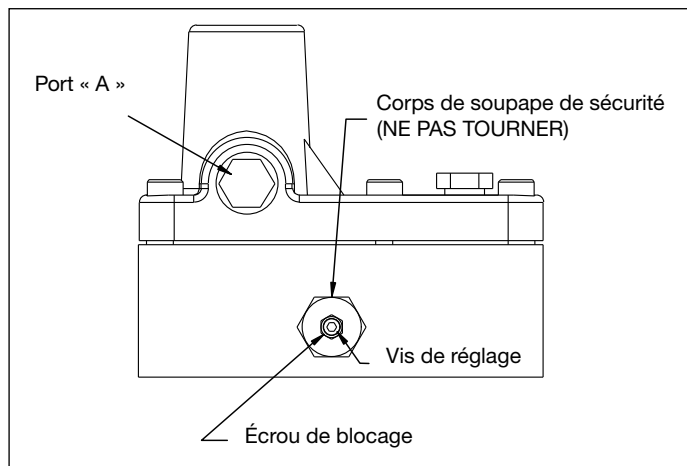

Figure 11, valve de retour - VM22
1. Installer une jauge de 0 à 1 035 bar (0 à 15 000 psi) sur le port « A » (Figure 11).